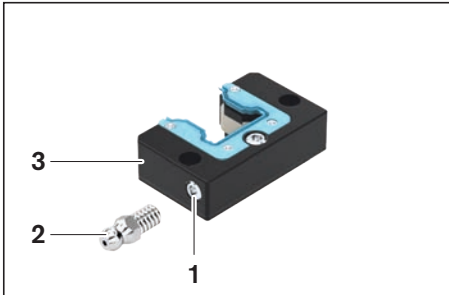
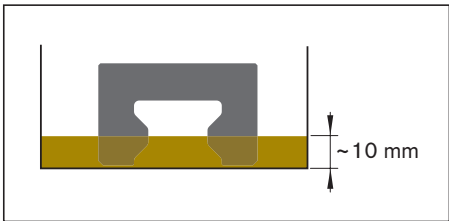

Figura 1
Figura 2
- ▶ Rimuovere il perno filettato dal foro di lubrificazione (figura 1, pos. 1) e conservarlo.
- ▶ Avvitare il nipplo di lubrificazione (2).
- ▶ Unità di lubrificazione frontale (3) in posizione orizzontale, rifornire la quantità di olio indicata nella tabella 1, lasciar depositare per ca. 36 ore.
- ▶ Con misura 20 basso: Depositare le unità di lubrificazione frontale per ca. 36 ore in strato di olio profondo 10 mm (vedi figura 2).
- ▶ L'unità di lubrificazione frontale misura 20 bassa **non** è rabboccabile tramite l'attacco di lubrificazione (vedi Figura 2).